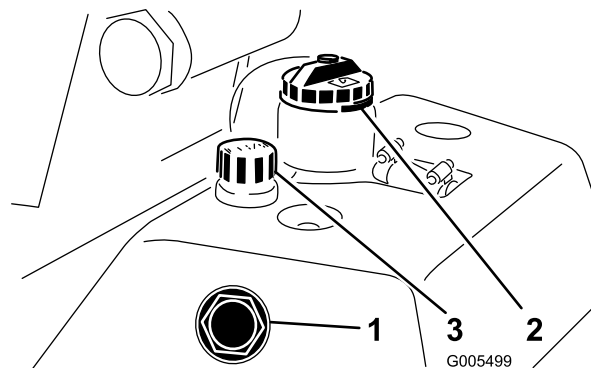

Figura 26
1. Coloque a máquina numa superfície plana. Certifique-se de que a máquina arrefeceu e de que, portanto, o óleo se encontra frio. Verifique o nível de óleo consultando a janela transparente situada ao lado do depósito de óleo (Figura 26). Se o nível de óleo se encontrar entre as duas marcas na janela transparente, o nível de óleo é suficiente.